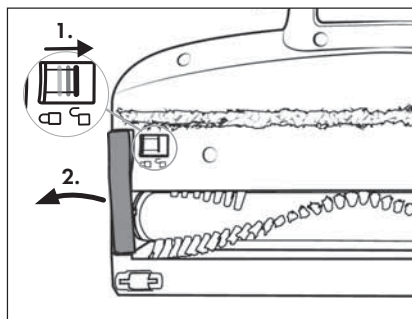

Fig. 26
- Pulire regolarmente il rullo della spazzola ❶, per garantire il funzionamento regolare dell'apparecchio e per evitare guasti.
- 1) Rimuovere la spazzola per pavimenti ❷ dal tubo di aspirazione ❸ o dall'apparecchio (vedere capitolo **Smontaggio dell'apparecchio**). Girare la spazzola per pavimenti ❷.
- 2) Disimpegnare il rullo a spazzola ❶ spostando lo sblocco del rullo a spazzola ❸ con il dito verso destra e rimuovendo il supporto del rullo a spazzola ❹ dalla spazzola per pavimenti ❷ (vedere fig. 26).